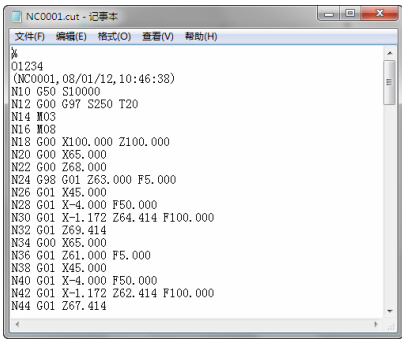

图 4-46 生成的数控程序
- 4) 单击“确定”按钮，系统接着提示拾取加工轨迹。拾取所有加工轨迹后，单击鼠标右键结束拾取，系统即生成数控程序，如图 4-46 所示。